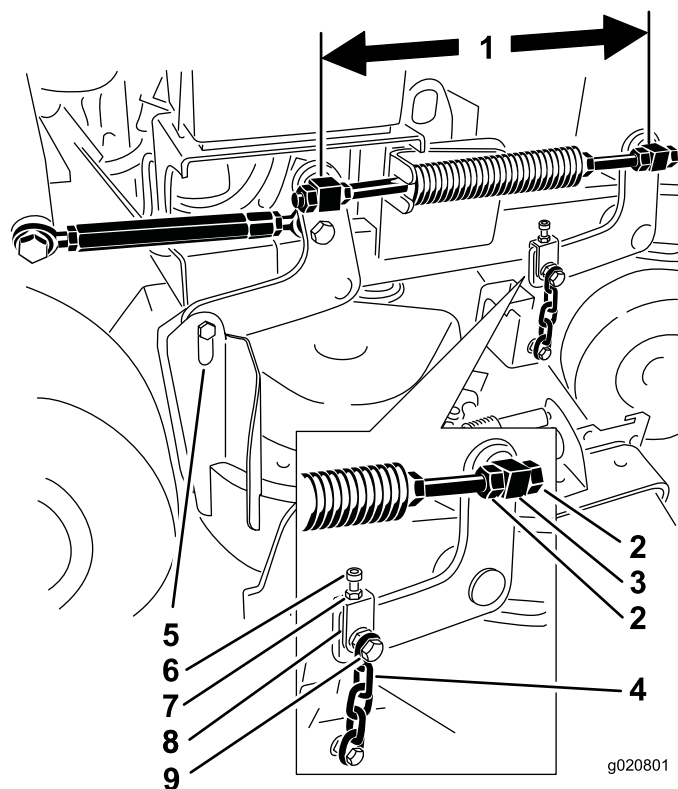

Figura 82
11. Si es necesario ajustarlo, afloje el perno superior de la cadena (Figura 82).
6. Compruebe la distancia entre los pivotes; mida del centro de un pivote al centro del otro (distancia entre centros) en cada varilla roscada. La longitud debe ser de 49,5 cm para carcasas de corte de 91 cm y de 43,7 cm para carcasas de corte de 102 cm (Figura 82).
7. Afloje los pernos superiores de las cadenas (Figura 82).